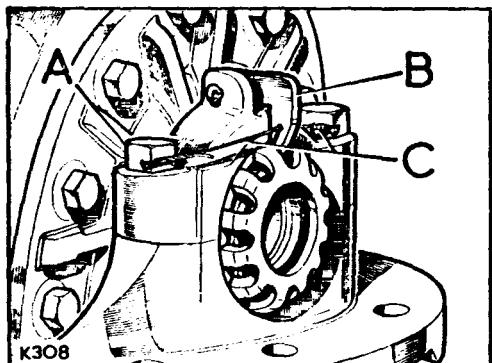

Fig. E1-64.- Fijación de los tornillos de las tapas de los cojinetes.
6.19.- Una vez hecho este ajuste y sin que exista juego longitudinal, o precarga de los cojinetes, se apretarán ambas tuercas girándolas el espacio correspondiente a media muesca, para conseguir la precarga adecuada sobre los cojinetes. Seguidamente se encajará la patilla-fiador, B (Fig. E1-64), en la muesca de la tuerca.